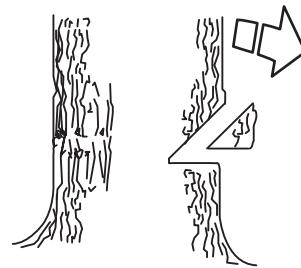

Рисунок 10 — Нижний пропил
- Затем сделайте нижний подпил (см. рис. 10) и убедитесь, что он точно совпадает с нижней частью верхнего пропила. Глубина направляющей зарубки должна составлять 1/4 диаметра ствола, а угол должен быть примерно 45 градусов.